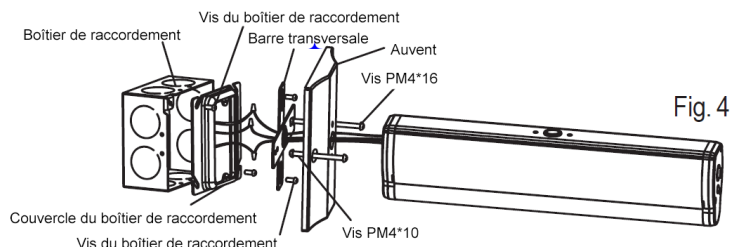

Fig. 4
1. Fixez la barre transversale (si nécessaire) à la boîte de jonction. (Voir Fig. 4 pour l'installation de la barre transversale ou Fig. 5 pour l'installation sans barre transversale)